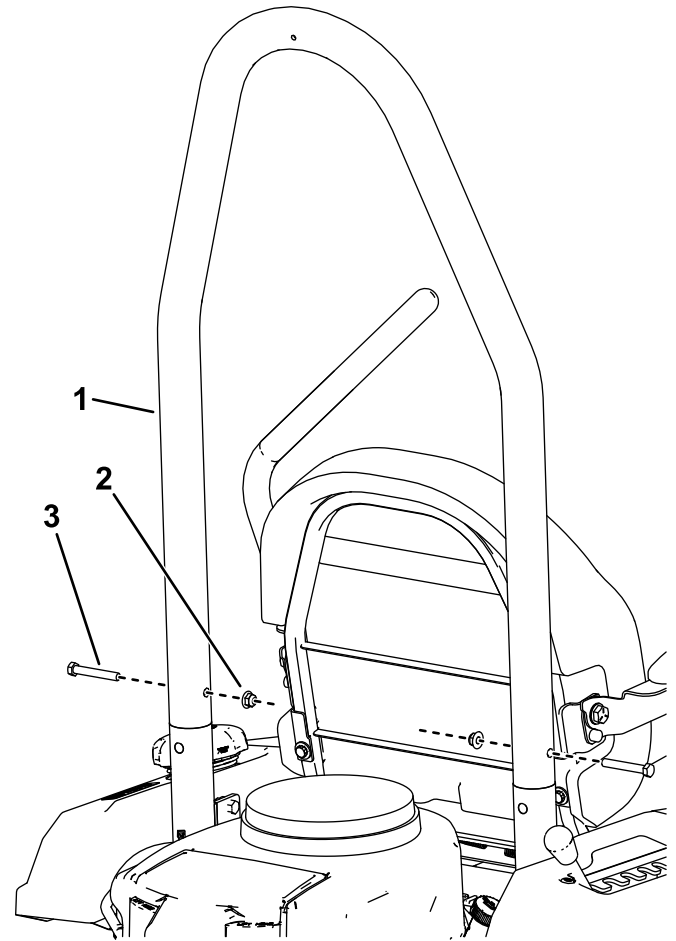

Bild 15
4. Kippen Sie das Überrollschutzrohr in Richtung des Hecks der Maschine. Befestigen Sie das Überrollschutzrohr mit zwei Schrauben (3/8" x 2 1/2") und zwei Sicherungsmuttern (3/8") an den Halterungen des Überrollschutzes, wie in Bild 15 dargestellt.